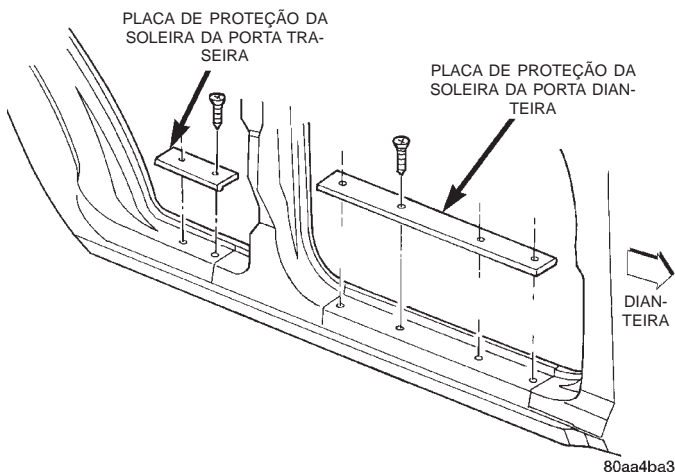

Fig. 74 Placa de Proteção da Soleira da Porta
(1) Remova os parafusos que prendem a placa de proteção à soleira da porta (Fig. 74).
(2) Separe a placa de proteção da soleira da porta.